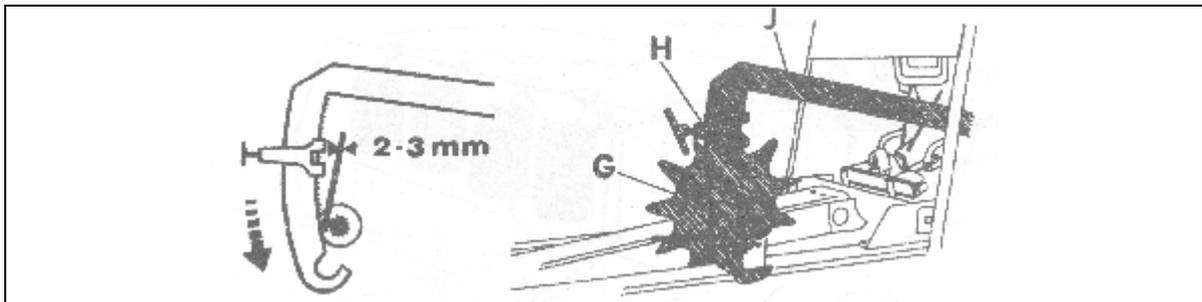

Рис. 14. Механизм регулировки длины рулона
- поворачивать диск G (Рис.14) до момента передвижения рычага выключателя J в верхнее положение, что приведет к включению привода связывающих аппаратов.
Длина рулонов регулируется плавно, при помощи передвижного буфера Н на плече J (Рис. 14), в пределах 0,3-1,3 м. Во время передвижения буфера Н вверх длина рулона увеличивается. Чтобы длина рулонов была одинаковой, для того, чтобы не допустить до самовольного передвижения буфера, сильно дожмите дожимный болт.